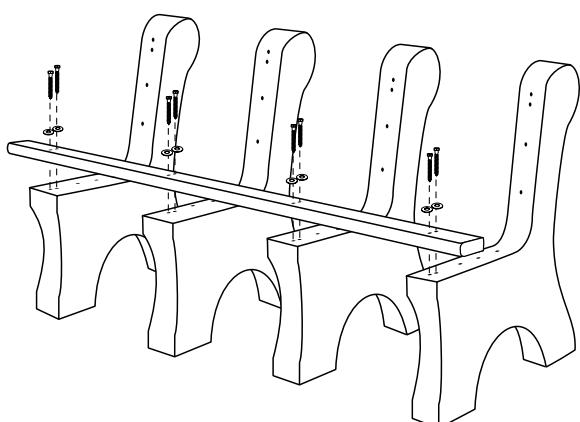

Figure 1
3. Alignez une des planchettes à bords arrondis sur les deux trous prépercés au devant de la partie siège des bases de banc. Fixez-la lâchement aux bases de banc à l'aide des vis tire-fonds de 3 1/2 po, des rondelles, de la perceuse et de la douille tournevis de 7/16 po (Serrez les vis plus tard à l'étape 7). (Voir Figure 1)